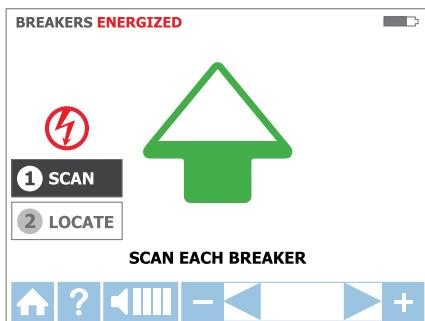

Figura 3.4b
- a. L'unità si avvierà automaticamente in modalità ➊ Scansione, come mostrato nella Figura 3.4b.